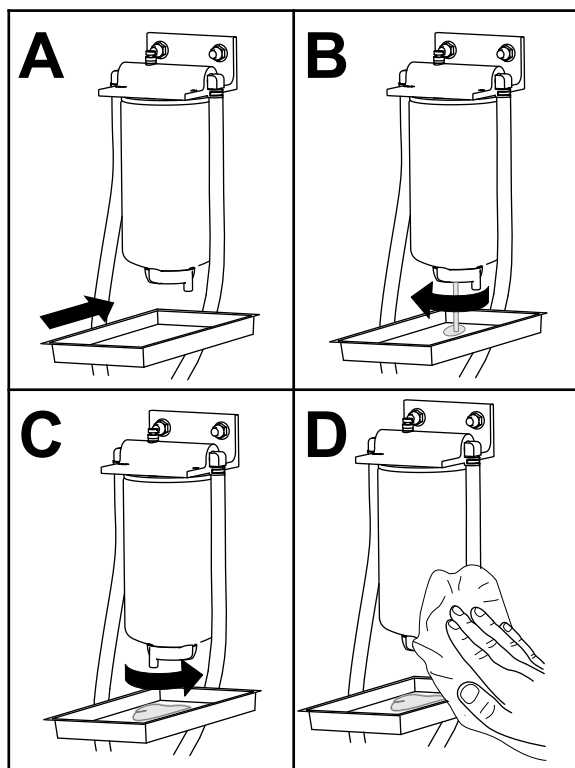

Figure 53
1. Faites l'entretien du séparateur carburant-eau comme montré à la Figure 53.